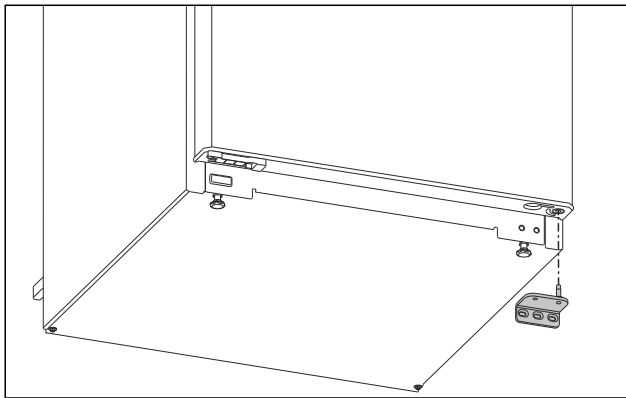

Fig. 5
- Lagerbock nach unten abnehmen. (siehe Fig. 5)